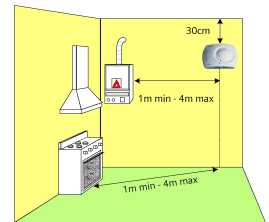

Fig.1: Detección de gas metano
**ESN14.G - ESN16.G - ESN26.G:** 20-30 cm del techo, para detectar gases ligeros tipo metano (fig.1).